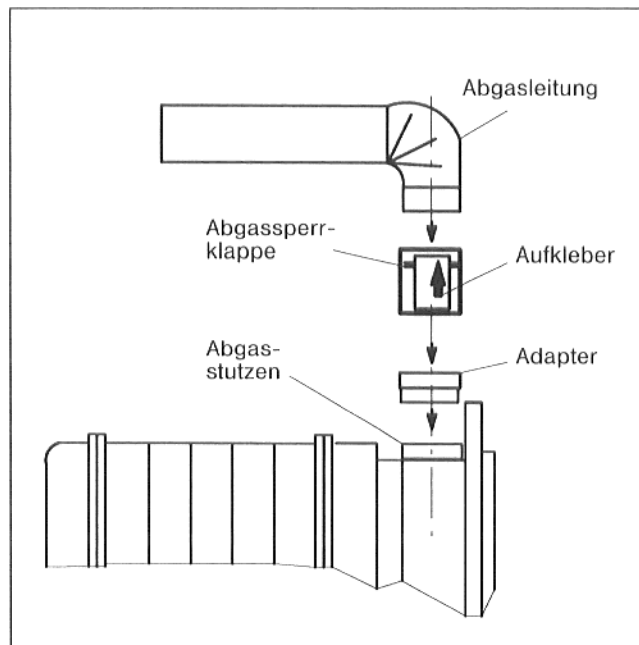

Abb. 15: Einbaulage Abgassperrklappe
- Die zu bevorzugende Lage der Abgassperrklappe ist senkrecht und so nah wie möglich am Abgasstutzen (Abb. 15). Nur in Ausnahmefällen ist davon abzuweichen, s. Absatz „**Sonderfall**“ auf der Rückseite dieser Unterlage.
- Abgassperrklappe in den Adapter einstecken. Dabei auf die richtige Einbaurichtung achten (s. Aufkleber, Abb. 15).